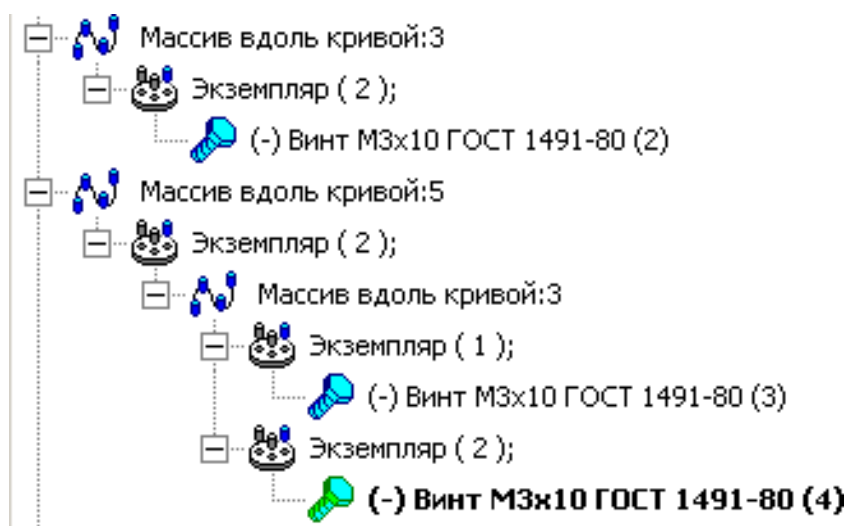

Рис. 30
7) Добавьте новый **Шаг разнесения** и в компонентах укажите винты (для указания винтов, созданных командой **Массив вдоль кривой**, раскройте в дереве построения данную операцию или укажите их в окне сборки, рис. 30). Активизируйте переключатель **Объект** и укажите курсором ребро, определяющее направление разнесения. Направление прямое. Введите значение расстояния перемещения равное «120». Нажмите кнопку **Применить**.